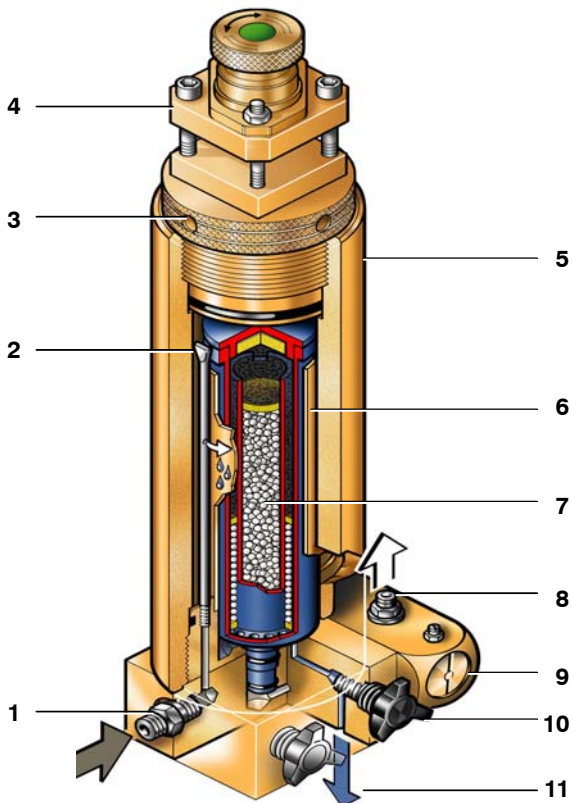

Fig. 32 Rubinetti di scarico della condensa
- Scaricare la condensa, aprendo lentamente il rubinetto di scarico manuale della condensa (1, Fig. 32), prima di ogni processo di riempimento e durante il processo di riempimento ogni **15 minuti**. Girare lentamente il rubinetto verso sinistra di ca. 1/3 di giro, fino a quando non esce più condensa. Richiudere il rubinetto.
La condensa presente nel separatore e nella camera della cartuccia deve essere scaricata, attraverso una lenta apertura dei due rubinetti di scarico manuale della condensa (2 e 3, Fig. 32),